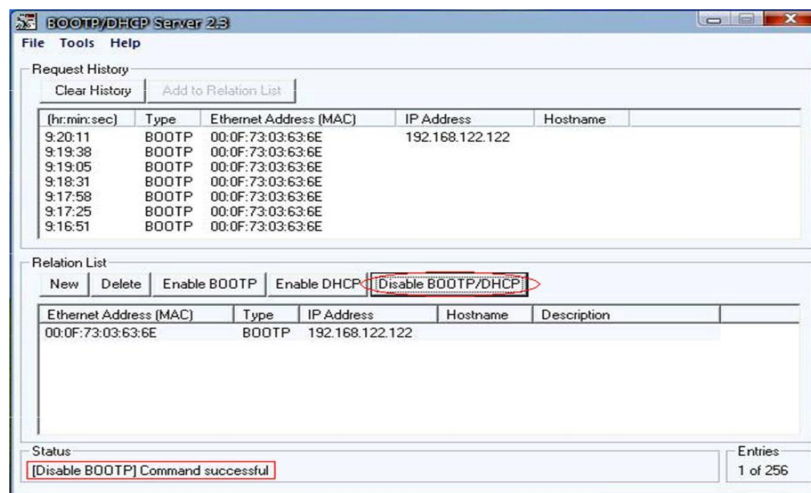

Figura 11. Activación de la MAC e IP del PLC.
- d. En la ventana en la parte inferior deberá aparecer la MAC y dirección IP asignadas al PLC. Ahora para completar dicha asignación es necesario seleccionar la línea y dar clic sobre la opción *Disable BOOTP/DHCP*. Véase figura 11.